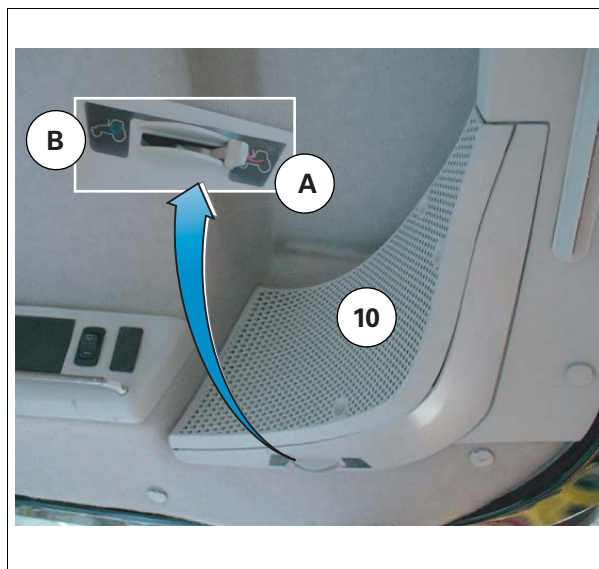

Рис. 24.
| (5) Динамики радиоприемника | (10) Задние левая и правая решетки рециркуляции воздуха рис. 24 |
- 10 Задние левая и правая решетки рециркуляции воздуха рис. 24